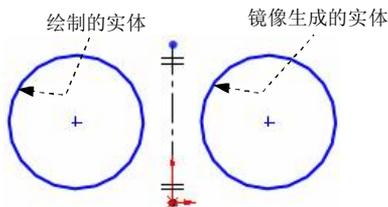

图 1.4.3 动态镜像
Step5. 绘制要镜像的草图实体。在图 1.4.2 所示的中心线的左侧绘制图 1.4.3 所示的圆，此时，在中心线的右侧自动生成一个圆，如图 1.4.3 所示（此时选择其他草图工具，同时执行动态镜像命令）。